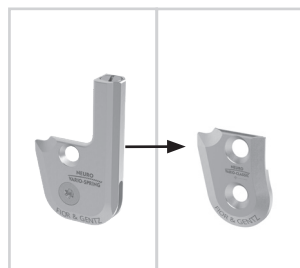

Fig. 22
- 2 Montare la piastra di copertura dell'articolazione modulare **NEURO VARIO-CLASSIC** nella larghezza modulare corrispondente (fig. 22).